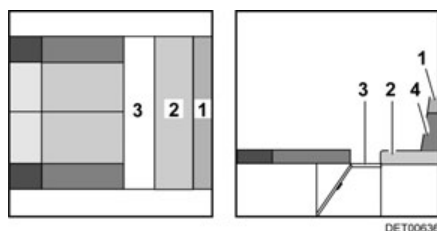
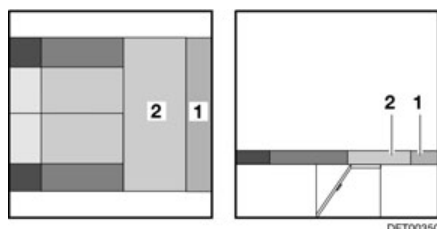

Fig. 117 Pendant la transformation
Fig. 118 Après la transformation
- Sortir le sommier à lattes (Fig. 117,3).
- Tirer le coussin d'assise (Fig. 118,2) vers la dînette centrale.
- Retirer le coussin supplémentaire (Fig. 118,1) du coussin de dossier (Fig. 117,4). Le coussin supplémentaire est fixé sur le coussin de dossier avec une bande velcro et peut être séparé facilement.